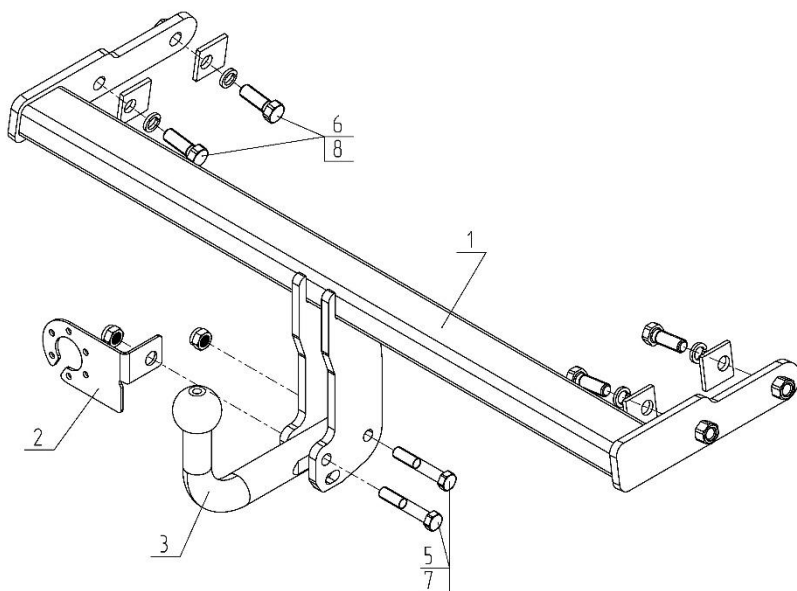

Рис.1 Установка на автомобиль
- Установите ТСУ поз.1 на автомобиль, используя крепежные элементы, показанные на Рис.1;